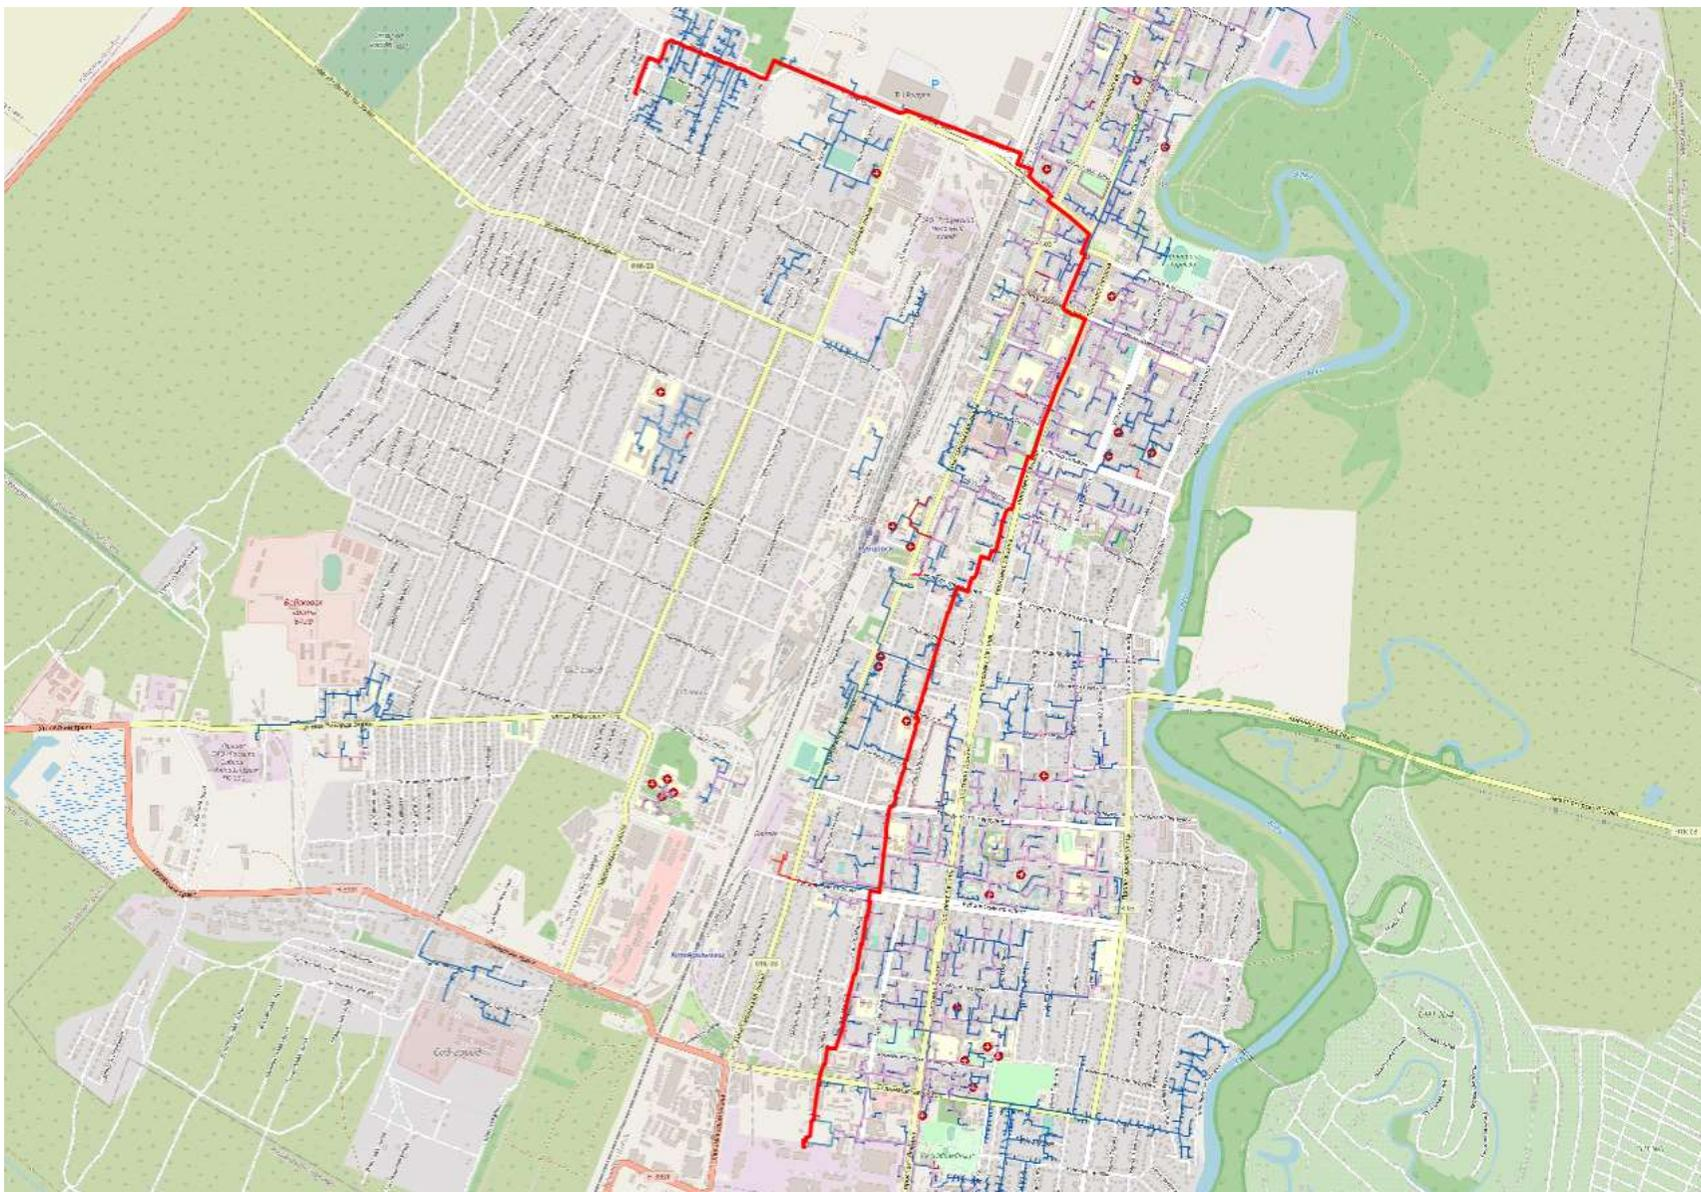

Рисунок 9 - Путь теплоносителя по направлению от ЮТС, вывод № 2 до здания по ул. Менделеева, 29
- расчетный путь от ЮТС, вывод № 2 до здания по ул. Менделеева, 29 (рисунок 9), основные характеристики теплопровода и режимные параметры теплоносителя (таблица 5), результаты гидравлического расчета, пьезометрический график (рисунок 10);